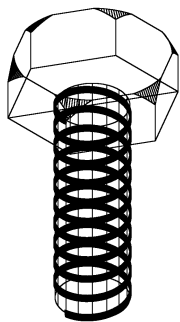

图 13-6 合并六角螺钉
Step 15 合并六角螺钉：六角螺钉头部与螺纹杆部求“并集”，得六角螺钉实体。合并六角螺钉，如图 13-6 所示。